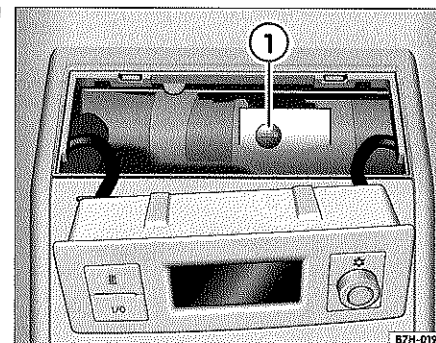

Fig. 11 Accionamiento de emergencia del techo levadizo con el panel de control extraído
- Encaje el destornillador con la hoja plana en el tornillo ⇒ fig. 11 ①.